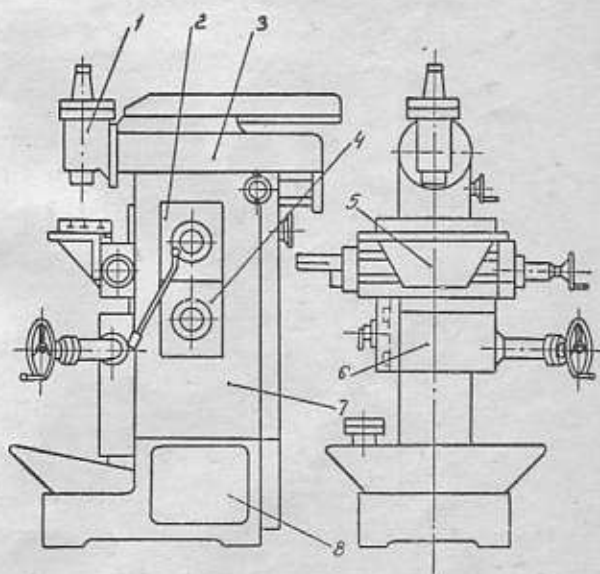

Рис. 2. Расположение составных частей станка
1.2.1. Общий вид с обозначением составных частей станка изображен на рис. 2.